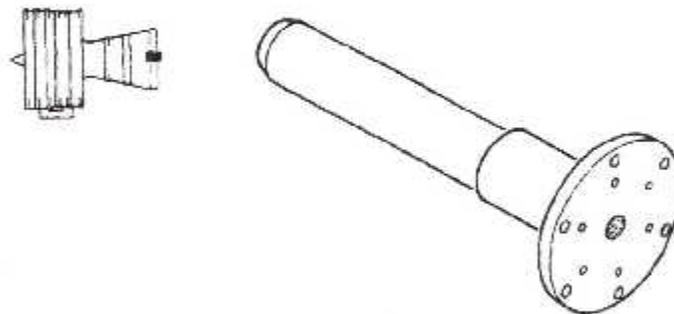

Fig. III. 12 : Extracteur Adapté, 856A3419G02.
- On installe l'**Extracteur adapté, 856A3419G02** (fig. III. 12) dans la face arrière du couvercle.